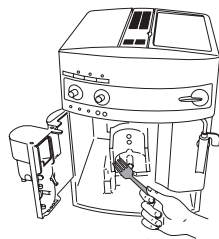
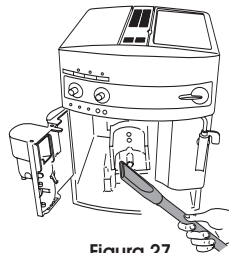

Figura 26
Figura 27
- Pulire accuratamente l'interno della macchina grattandola con una forchetta di plastica o di legno (Figura 26); quindi raccogliere tutti i residui utilizzando un aspirapolvere (Figura 27)